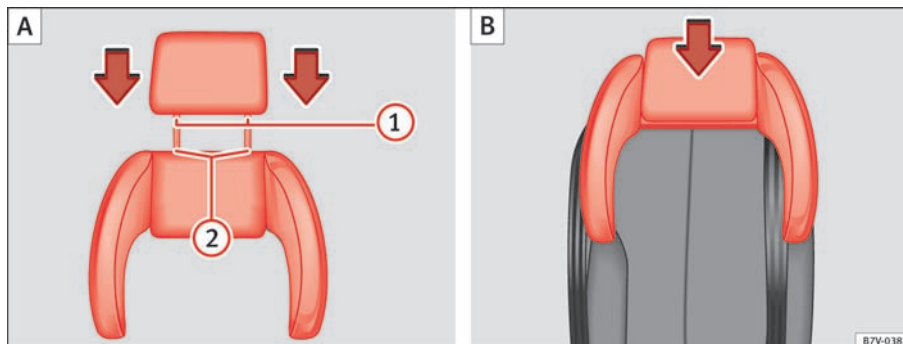

Fig. 30 Integreret børnesæde: Sådan sættes hovedstøtten på sidehovedstøtten (A), og sådan monteres den (B).
- Stik hovedstøttens føringsstænger ⇒ Fig. 30 ① ind i åbningerne i sidehovedstøtten ② oppefra.
- Sæt hovedstøtten ind i føringerne på det pågældende ryglæn sammen med sidehovedstøtten ③.